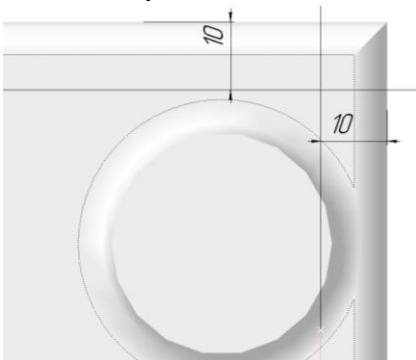

Рис. 17.
2. Определение места расположения отверстия: укажите на верхнюю грань параллелепипеда и нажмите кнопку **Эскиз**. Постройте **Вспомогательные параллельные прямые** и **Точку** их пересечения согласно рис. 17. Выйдите из эскиза.